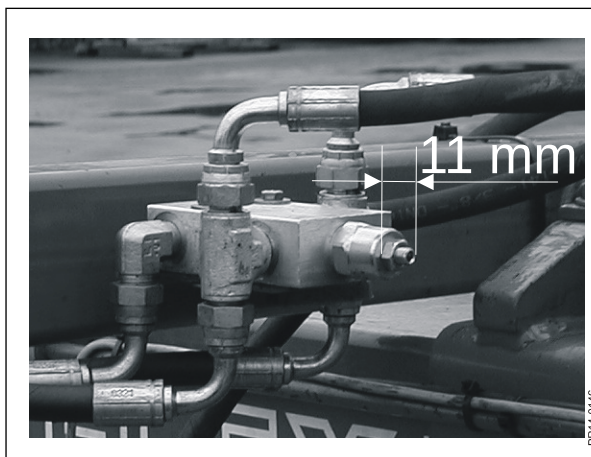

Fig. 2-10
- Fig. 2-10 3) Collectoren sænkes ned i aktiv position, hvorved en ventil sikrer at båndet automatisk begynder at rotere. Hvis den ikke begynder at rotere eller begynder den at rotere for tidligt, skal man kontrollere ventilens indstilling. Den skal stå på 11 mm.